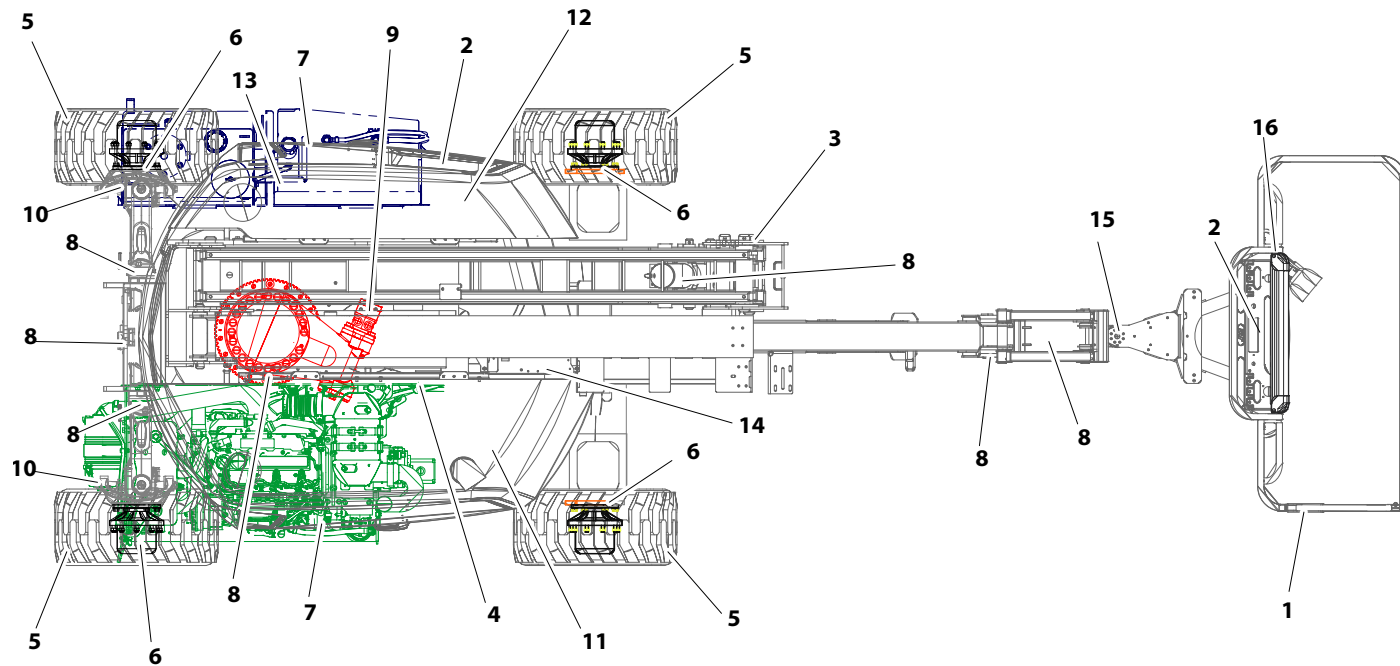

Fig. 2-2. Daglig rundvandringsinspektion – blad 1 av 3
5. **Rundvandringsinspektion** – se Fig. 2-2.